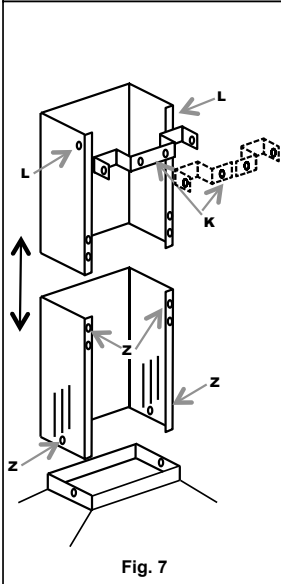

Fig. 7
- **MONTAGGIO CAMINI (fig. 7):**